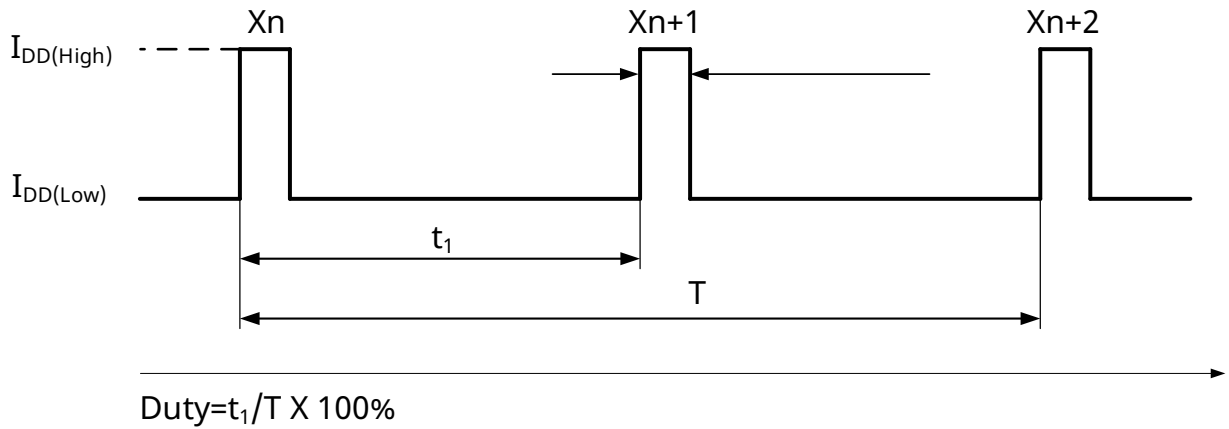

图 9 占空比定义
(2) 仅背磁, 无齿轮或者齿轮静止状态下, 通过外侧2个霍尔感应点之间的磁场差值
(3) 仅背磁, 无齿轮或者齿轮静止状态下, 中间霍尔感应点的磁场值与外侧2个霍尔感应点磁场值的平均值之间的差值
(4) 消除背磁偏差后, 在齿轮或者磁环转动情况下通过外侧2个霍尔感应点之间的磁场差值
(5) 随工作电压增加, 电流变化量与供电增加量的比值
(6) 3个输出脉冲计算占空比, 具体定义参考图9